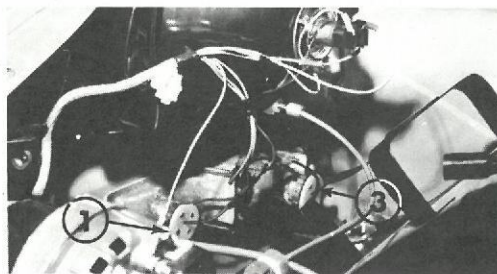

Fig. 35 — 1-Førreste positionslygter
- Førreste positionslys (fig. 35) type R 19/5 12V, 5W
- Forreste afviserblink (fig. 35) type P25/1 12V, 21W
- Bageste afviserblink (fig.35) type P25/1 12V, 21W